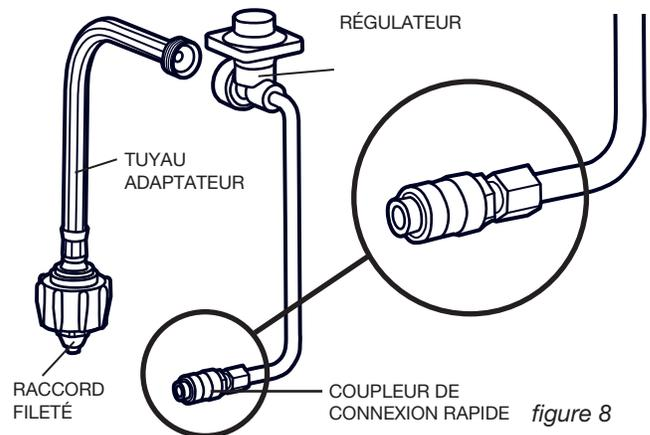

figure 8
2. Tout en tenant le régulateur dans une main, pousser le tuyau adaptateur dans le régulateur et tourner vers la droite jusqu'à ce qu'il soit serré. Tirer le coupleur de connexion rapide vers l'arrière jusqu'à ce qu'il s'enclenche, comme indiqué à la figure 8.